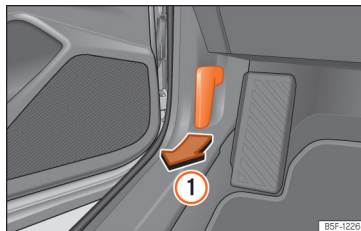

Fig. 207 Trageți de maneta din zona picioarelor șoferului.
- Deschideți ușa și trageți de maneta aflată sub panoul de instrumente » » » fig. 207 (1).